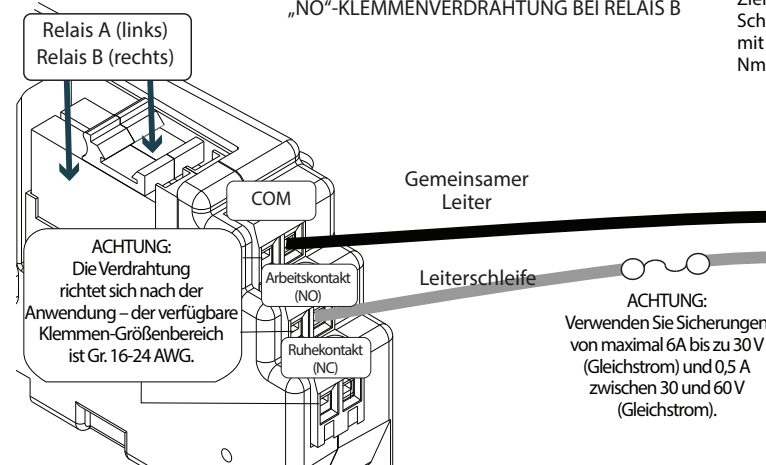

Abbildung 5-1 – Laststart (Detail)
Ein Zweidraht-Startgenerator automatisiert in der Regel das Anlassen und den Startvorgang. Die Klemmen „Common“ (Gemeinsam) und „Arbeitskontakt (NO)“ des Relais können verdrahtet werden, um einen Zweidraht-Generatorstart durchzuführen – siehe Abb. 5-1 unten.